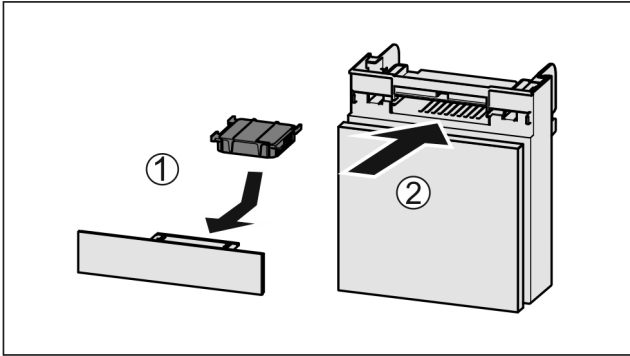

Fig. 143
- ▶ Aktivkohlefilter nach Abbildung einsetzen Fig. 143 (1).
- ▶ Fach einschieben Fig. 143 (2).